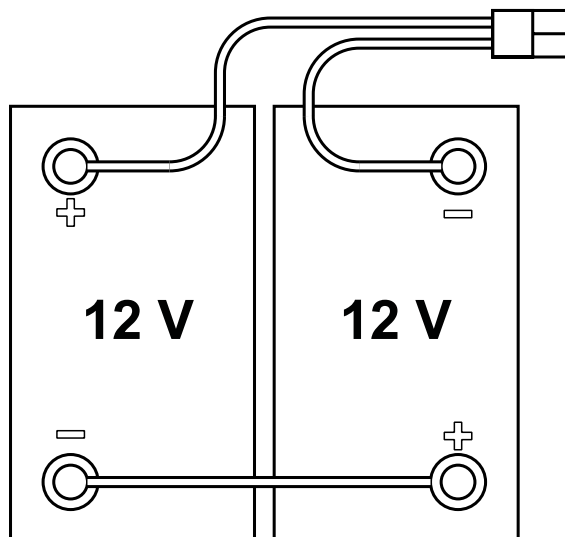

Figura 1
1. Dacă este prevăzută, scoateți cheia de contact (41).
2. Debransați conectorul bateriei (8).
3. Ridicați capacul (34) și verificați dacă rezervorul de recuperare (33) este gol, în caz contrar goliți-l cu ajutorul furtunului de scurgere (12).
4. Închideți capacul (34).
5. Apucați de mânerul (16) și ridicați cu atenție rezervorul (33).
7. Poziționați și instalați cablurile bateriei conform indicației din figura 1, apoi strângeți piulița pe fiecare bornă de baterie.
8. Amplasați capacul de protecție pe fiecare bornă, apoi conectați conectorul bateriei (8).
9. Apucați de mânerul (16) și coborâți cu atenție rezervorul (33).